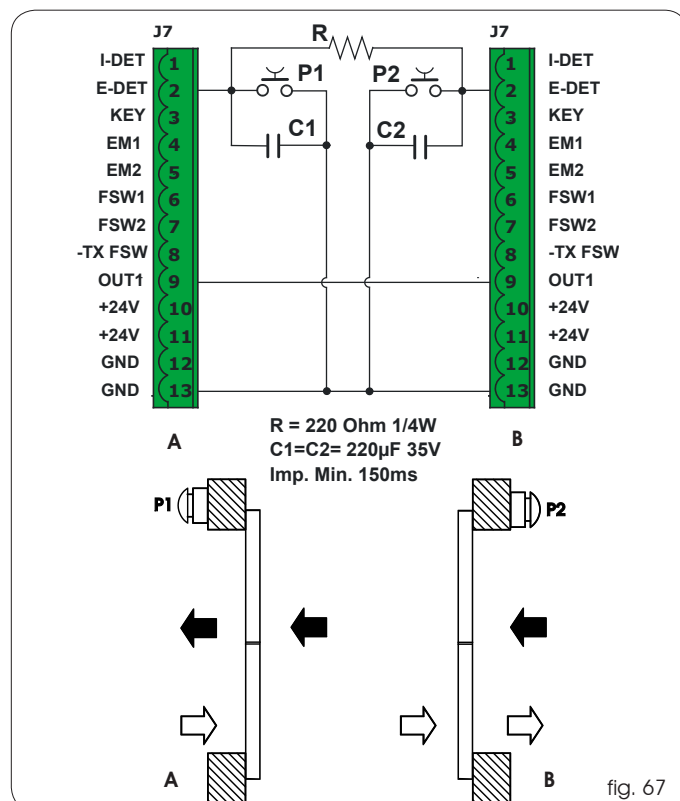

fig. 67
- Maak de verbindingen tussen de klemmenborden J6 van de twee kaarten E140, van de drukknoppen en van de aanvullende elektronische componenten, zoals op fig. 67.